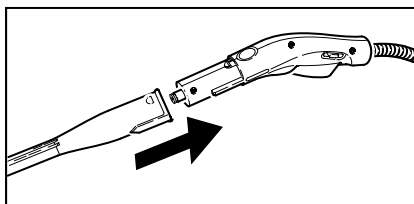

Figure 3
- Raccorder l'accessoire nécessaire (D1, E1) au pistolet à vapeur (C1). Pour cela, brancher l'extrémité libre de l'accessoire sur le pistolet à vapeur, et l'enfoncer jusqu'à ce que la touche de déverrouillage (C2) du pistolet s'enclenche (voir Figure 3).